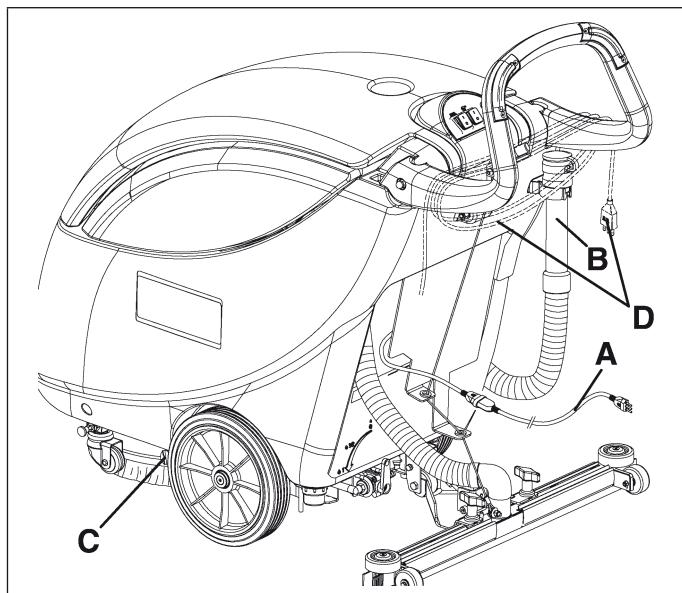

Figure 18
1. Vérifier que le câble d'alimentation (A, Fig. 18) est débranché du réseau électrique. Enrouler le câble d'alimentation autour du guidon en position (D).
4. Vider l'eau des réservoirs à l'aide du tuyau (B, Fig. 18) et de la soupape (C).